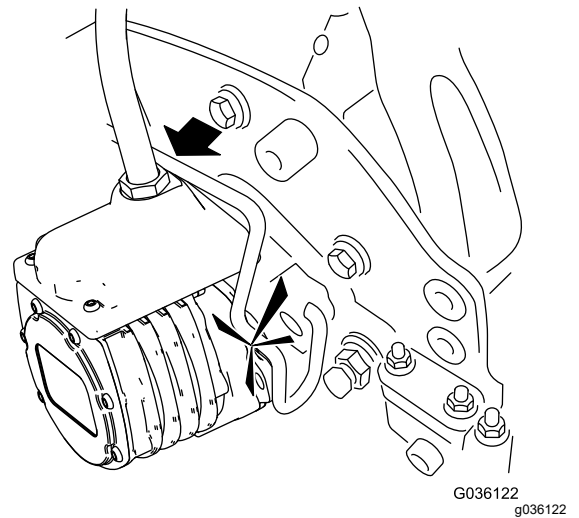

图 58
- 6. 在滚刀组马达的花键轴上涂抹干净的润滑脂图 58。
- 7. 将马达插入滚刀组左侧从操作员的位置看并将滚刀组上的马达固定架拉向马达直到听见马达两侧发出“咔哒”的声音图 58。